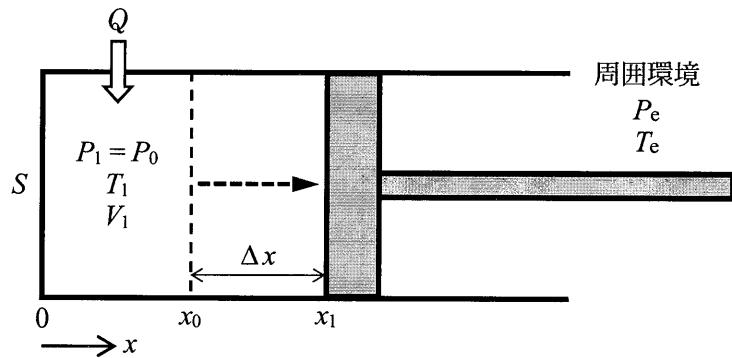

図2 状態1
- 1) 初期状態において、ピストンを可逆的に自由に動ける状態のまま、シリンダ内の理想気体に、外部から熱量 Q を供給したところ、図2のように、ピストン内の圧力 P_0 が周囲環境の圧力 P_e と同じ状態のままで、温度が $\Delta T (=T_1 - T_0)$ 変化し、ピストンは x 方向に Δx だけ動いて、体積は $\Delta V (=V_1 - V_0)$ 変化した。この状態を状態1とする。